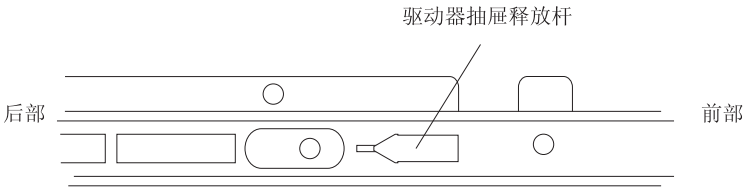

图 92. 驱动器抽屉一侧的驱动器抽屉释放杆
- d. 将驱动器抽屉两侧的驱动器抽屉释放杆 (请参阅图 92) 朝着您的方向滑动, 然后从机柜中卸下驱动器抽屉。